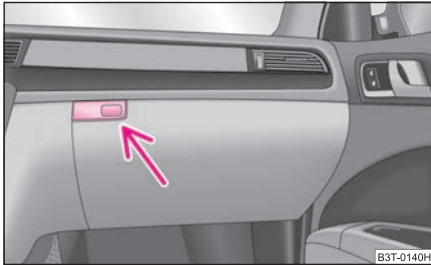

Abb. 91 Schalttafel: Ablagefach auf der Beifahrerseite
- Drücken Sie die Taste ⇒ Abb. 91, der Deckel klappt herunter.